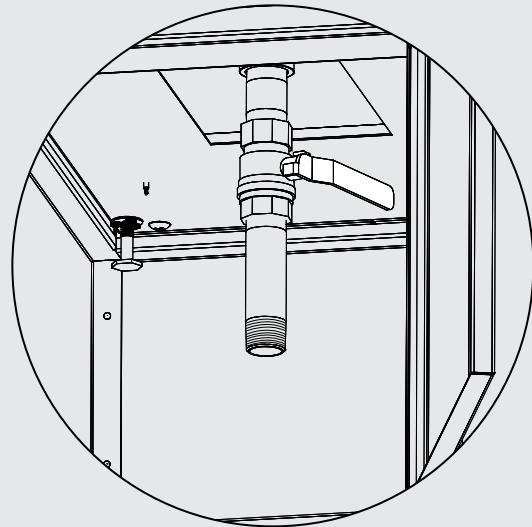

Figure 15
4. Bien refermer le robinet à bille avant de fermer la porte de la base. **(Figure 15)**